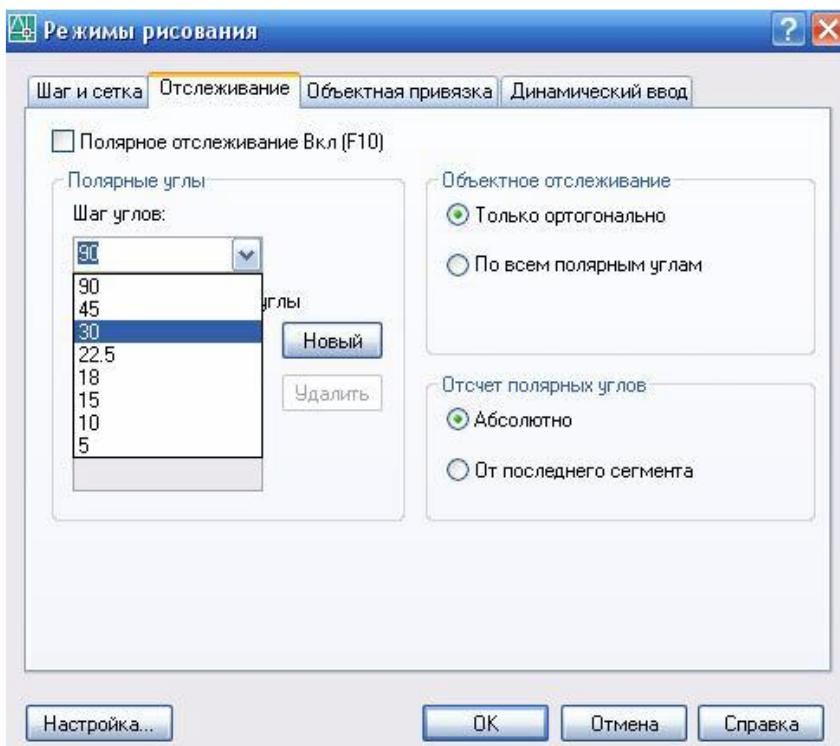

Рисунок 5
- Скройте и покажите панели **Черчение (Draw)**, **Изменение (Modify)** и др. Щелкните левой кнопкой мыши (ЛКМ) на двух черточках какой-либо панели (рис. 5) и, не отпуская мышь, передвиньте панель в другое место экрана.
Полярное отслеживание может осуществляться под углами, кратными следующим стандартным значениям: 90, 45, 30, 22.5, 18, 15, 10 или 5 градусов. Можно определить другие значения углов, а при необходимости объектное отслеживание можно осуществлять вдоль всех текущих полярных углов отслеживания, рисунок 5.